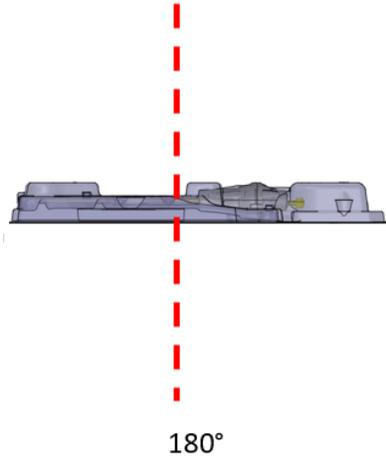

Figure 20 : UA incliné à 180 degrés
- f. Tourner l'emballage de l'UA de sorte que le côté plat soit vers le bas ou placé à 180 degrés (*Figure 20*). Inspecter attentivement l'UA à travers l'emballage plastique et vérifier qu'il n'y a pas de traces d'eau dans l'emballage indiquant une fuite. Si des traces d'eau sont observées, l'UA est défectueux et ne doit pas être utilisé. Remplacer par un nouvel UA emballé et répéter la procédure de préparation.